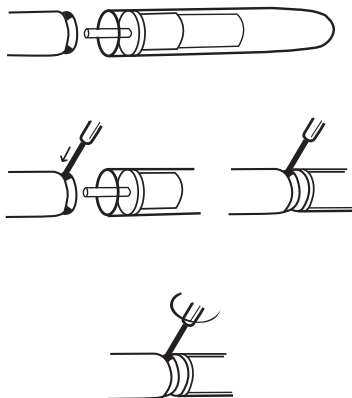

Figura 3. Montaje de la punta en la prótesis Dura-II
6. **Ensamblaje de la prótesis:** El cuerpo cilíndrico es bidireccional, de manera que las puntas proximal y distal pueden conectarse a cualquiera de sus extremos. Para unir las puntas a los cuerpos cilíndricos, utilice la llave Allen suministrada con cada par de éstos últimos para **ajustar los tornillos firmemente** (vea la Figura 3). Inserte la clavija completamente dentro del orificio situado en el extremo del cuerpo cilíndrico. Mantenga la clavija en su lugar mientras ajusta los tornillos fijos con la llave Allen. Una vez que el tornillo esté firmemente asentado, continúe haciendo girar la llave hasta que el cuerpo de ésta se doble levemente.